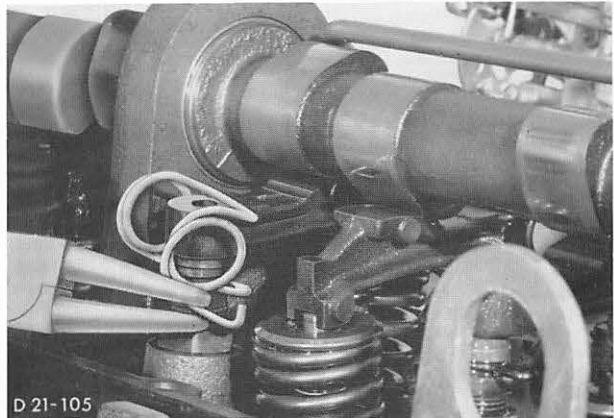
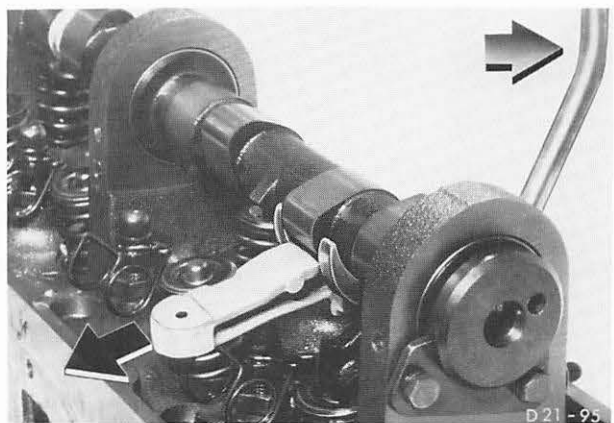

Abb. 258 Schlepphebelfedern aushängen
Abb. 259 Schlepphebel mit Spezialwerkzeug 21-005 ausbauen
3. Schlepphebelfedern aushängen, Abb. 258, Ventilefedern und Ventilteller mit Spezialwerkzeug 21-005 nach unten drücken und die entlasteten Schlepphebel herausnehmen, Abb. 259.